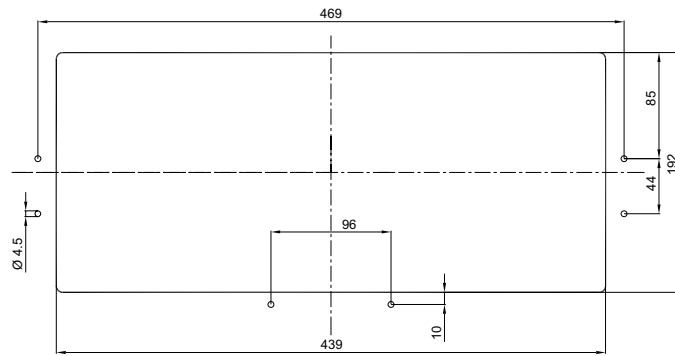

Fig. 4
1. Ein Loch in das Paneel machen, wie es in Abb. 4 gezeigt wird. Ebenso werden die \varnothing 4,5 mm großen Öffnungen auf der in der Abbildung angegebenen Höhe gebohrt.
- 1.Faça um furo no painel, como se indica na Fig. 4. Faça também os furos de Ø 4,5 mm nas cotas indicadas na mesma figura.